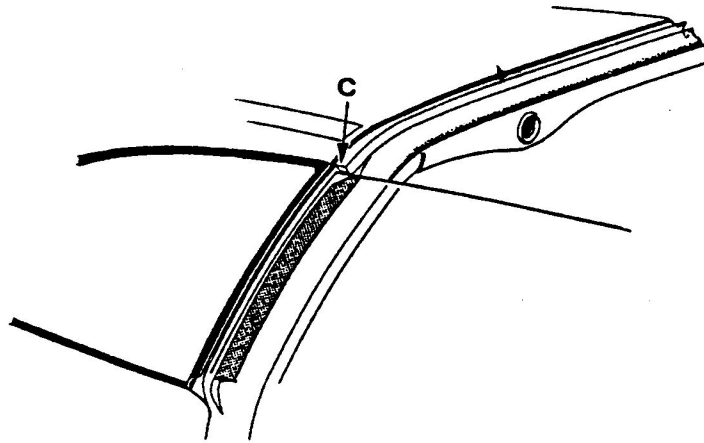

Abb. 3
- Prüfen, ob der in der Dichtung erhaltene Sitz mit dem Winkel des Roll-Bar-Blechtes ausgerichtet ist (Punkt C Abb. 3).